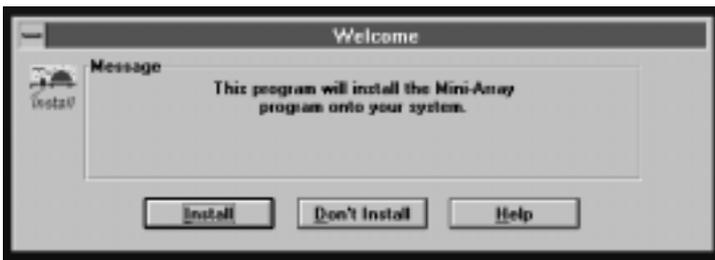

Abb. 17. Installation der MINI-ARRAY-Software: “Welcome”
2. Ein **Welcome**-Dialogfenster erscheint (Abbildung 17). Wählen Sie **Install**.